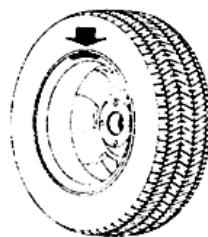

Рисунок 10-1
- 10.2.3 Медленно вращайте колесо, пока на дисплее в окне положения груза на внутренней не загорятся все индикаторы и появится сообщение «ОК», закрепите балансировочный груз в положении 12-часов на внутренней стороне диска (Рисунок 10-1);